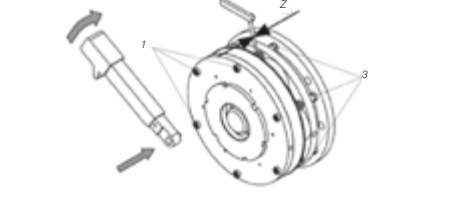

Figura 7 - Verificación del entrehierro en los frenos de tamaños 25 y 31
3. Tras el ajuste, apretar los tornillos de fijación 1 (Figura 7) de acuerdo con el par especificado (Tabla 4).